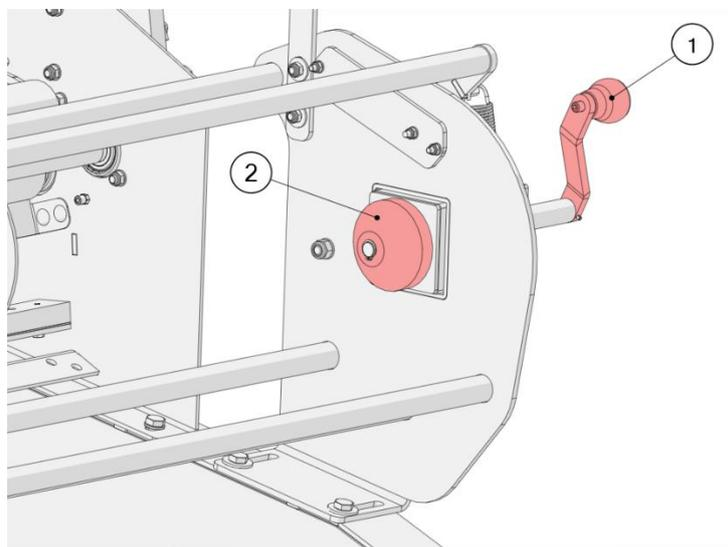

Рисунок 21. Установка сетки
- Поворачивайте рукоятку (1), пока шпindel не остановится (2) (рис. 21);
- Поворачивая рукоятку, вставьте шпindel (2) в гильзу рулона сетки с небольшим сопротивлением, чтобы обеспечить свободное вращение рулона сетки;
- С помощью рукоятки (1) ослабьте шпindel, исправьте положение рулона сетки и снова, повернув рукоятку, вставьте шпindel в гильзу рулона сетки до достижения небольшого сопротивления.